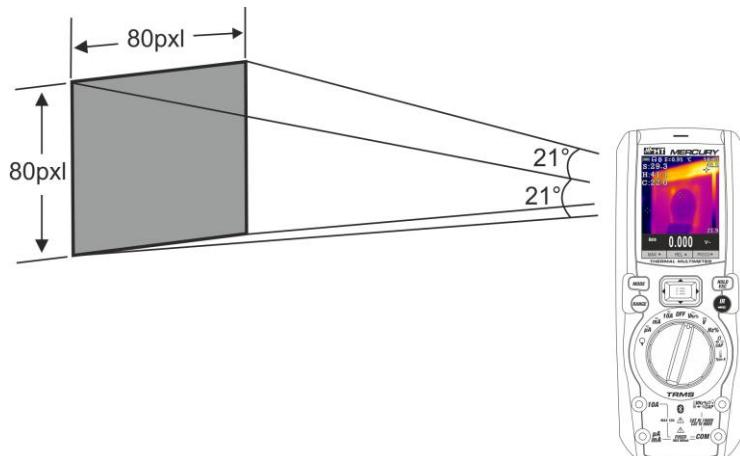

Fig. 39: Representação do campo visual (FOV) do instrumento MERCURY
7. Para efetuar medições precisas da temperatura deve-se certificar se a superfície do objeto em teste é sempre maior do que a superfície efetivamente mensurável pelo instrumento expressa pelo seu campo visual (FOV = Field Of View). O instrumento MERCURY tem um campo visual igual a $21^\circ \times 21^\circ$ e um vetor de deteção de 80x80 (6400) pxi como se mostra na Fig. 39